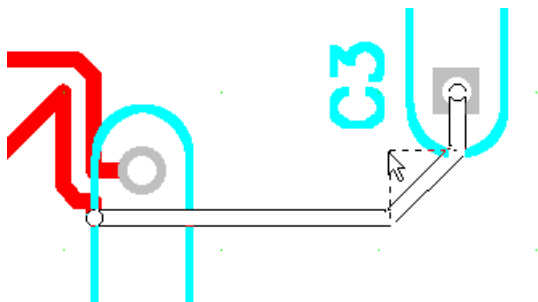

Рис. 4.3. Сглаживание проводника командой **Route/Miter**
2. Команда активизируется, и курсором указывается угол трассы (см. рис. 4.3).